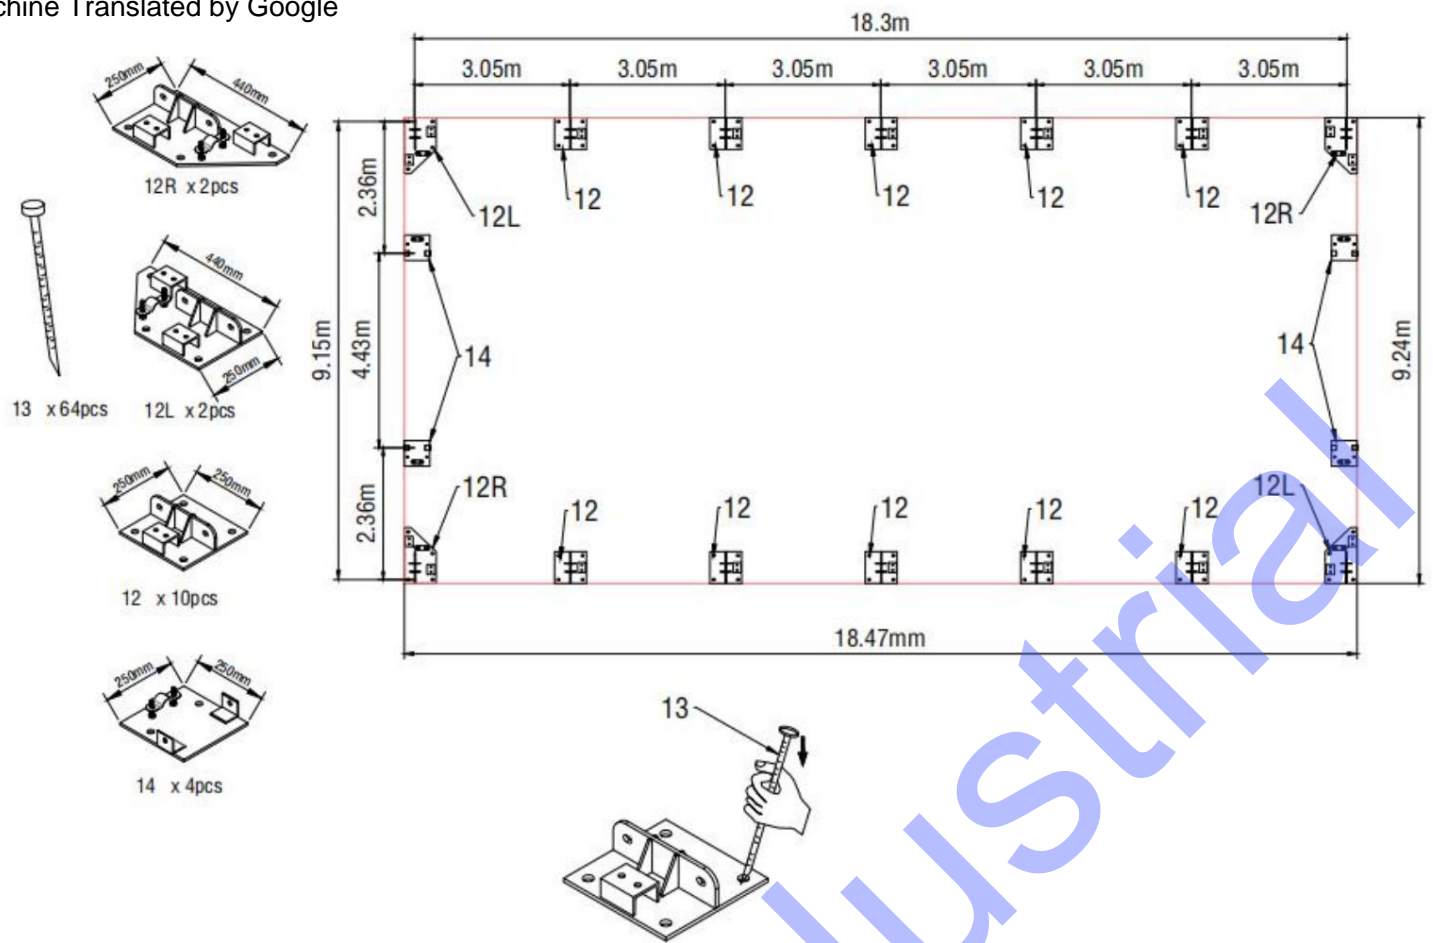

Figure 1
2. Veuillez vous référer au schéma (Figure 1) pour placer les plaques de base.
3. Comme le montre la figure 1, chaque plaque de base est équipée de 4 piquets (n° 13) ou agrandir